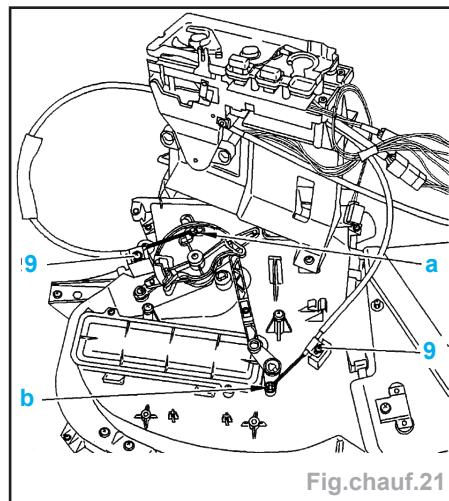

Fig.chauf.21
- Déposer les vis (9) (Fig.Chauf.21).